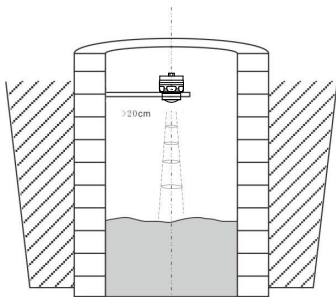

图 5
(3) 仪器安装至少离侧壁 20cm，地下管网安装尽量靠近下水井中央，否则井壁容易产生干扰信号，影响测量判断，如图 5 所示。